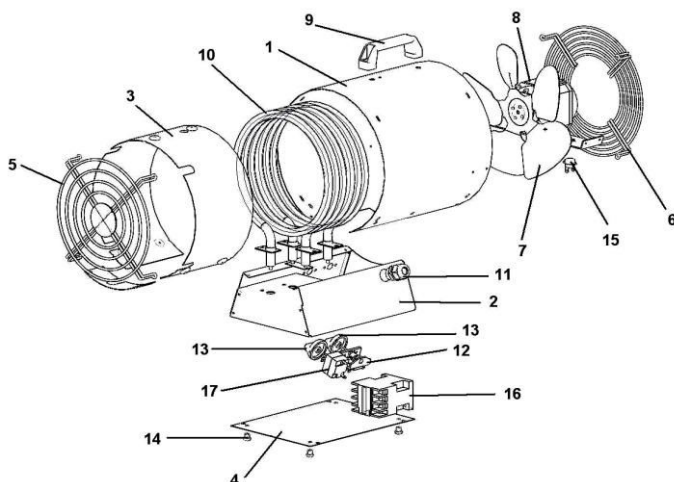

Рис. 1
Конструктивно тепловентилятор представляет собой металлический корпус, в котором размещены электродвигатель с крыльчаткой и электронагревательные элементы (далее ТЭНы). Переключатель 12 (рис.1) на четыре положения предназначен для установления режимов работы. Термостат 15 (рис.1) отключает ТЭНы в случае аварийного (ненормального) режима работы (перекрыто входное или выходное отверстие, перегрев вследствие остановки электродвигателя). Терморегулятор (капиллярный термостат) 17 (рис.1) в тепловентиляторе ТТ-6Т предназначен для автоматического поддержания температуры в помещении на заданном уровне. При достижении заданной температуры терморегулятор отключает нагревательный элемент, оставляя включенным вентилятор. При понижении температуры всасываемого воздуха на 3-5°С вновь включает нагрев.
Установить переключатель режимов работы (12) рис. 1 тепловентилятора положение «0» (отключено).
Переключатель режимов (12) рис.1 установить в выбранный режим.
Ручку капиллярного термостата (17) рис.1 повернуть против часовой стрелки до упора.
Переключатель режимов работы (12) рис. 1 установить в положение нагрева. В этом случае тепловентилятор работает в режиме вентилятора. Плавно поворачивать ручку капиллярного термостата (17) рис.1 по часовой стрелке до щелчка включения, который произойдет при совпадении установки капиллярного термостата с температурой окружающего воздуха. Повернуть ручку капиллярного термостата (17) рис. 1 по часовой стрелке еще на некоторый угол. Капиллярный термостат не имеет отградуированной шкалы по температуре и установка ручки на желаемую температуру в помещении уточняется (определяется) потребителем в процессе эксплуатации.
установить переключатель режимов работы (12) рис. 1 в режим вентилятора «1». В этом режиме крыльчатка будет вращаться, а ТЭНы будут отключены.
Установить переключатель режимов (12) рис. 1 в положение «0» – отключено. В случае длительного перерыва в работе тепловентилятора отсоединить питающий кабель от сети.
Термостат (15) рис.1 при ненормальном режиме работы тепловентилятора срабатывает и отключает ТЭНы.
охладить тепловентилятор до температуры окружающего воздуха; переключатель режимов работы (12) рис. 1 установить в положение «0» (отключено);
выяснить и устранить причину, вызвавшую срабатывание термовыключателя; переключатель режимов (12) рис. 1 установить в положение «1» (вентилятор) и по наличию воздушного потока убедиться во вращении крыльчатки. После этого можно включить нагрев.